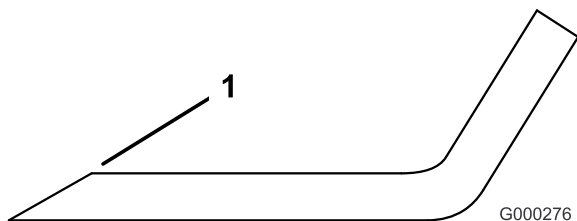

Figure 80
1. Au moyen d'une lime, aiguisiez les tranchants à chaque bout de la lame (Figure 80). Veillez à conserver l'angle de coupe d'origine. Limez la même quantité de métal sur chacun des deux tranchants pour ne pas déséquilibrer la lame.